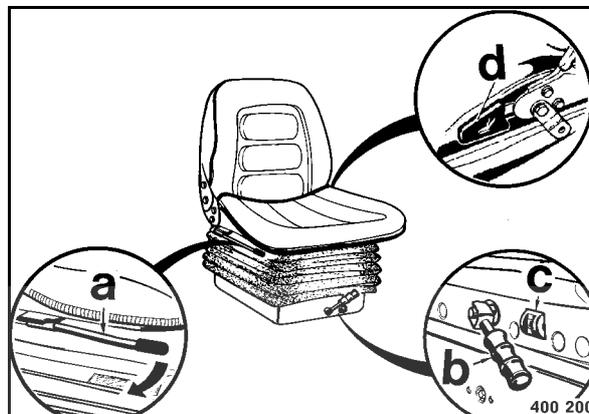

fig. 104
- Déplacer le levier (a) (fig. 104) vers l'extérieur pour coulisser le siège dans le sens de la longueur.